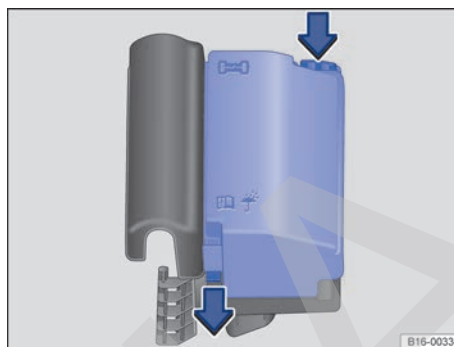

Fig. 177 En el vano motor: cubierta de la caja de fusibles.
- Para desbloquear la cubierta de la caja de fusibles, presione las teclas de bloqueo en el sentido que indican las flechas → fig. 177.